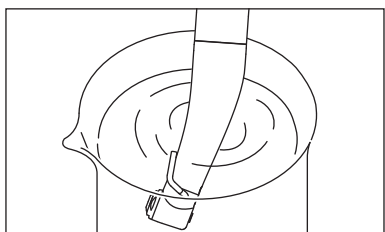

Fig. 11
- 3) (Apenas para X-SG20L / SG20) Mergulhe cerca de 20mm da cabeça do contra ângulo em água, e rode o contra ângulo durante cerca de 15 segundos enquanto alterna a direção de rotação para a frente/trás (Fig. 11)